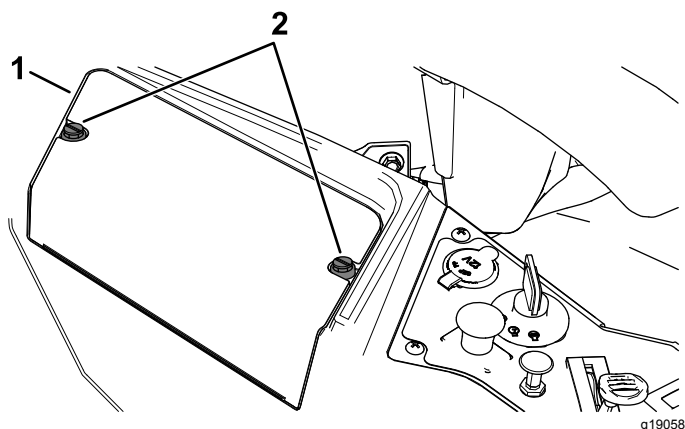

Figure 56
3. Desserrez les 2 fixations sur le couvercle de la batterie en les tournant de 1/4 de tour dans le sens antihoraire, et déposez le couvercle (Figure 56).
6. Reposez le couvercle de la batterie en appuyant dessus et en serrant les 2 fixations dans le sens horaire (Figure 56).